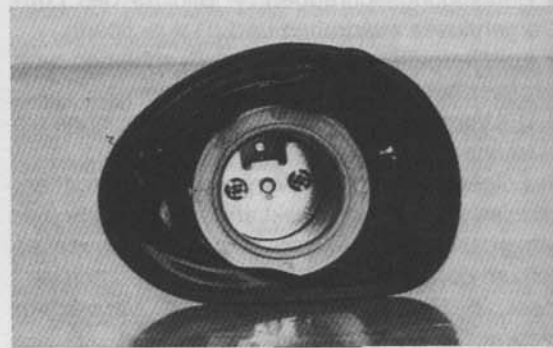

Bild 61
- Verschluss-Schlitzschraube (③ Bild 61) des